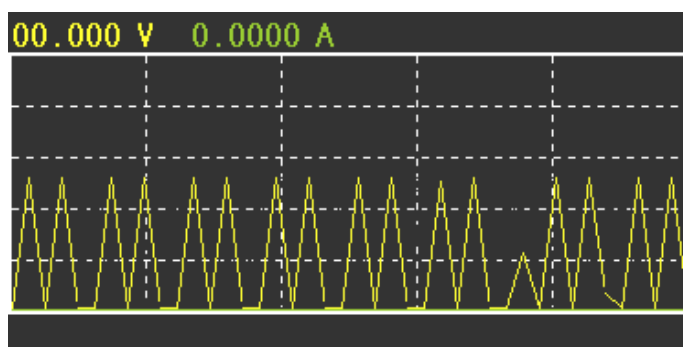

图 4-4
- 波形:如图 4-4 所示, 以波形的形式显示当前采样的电压和电流值